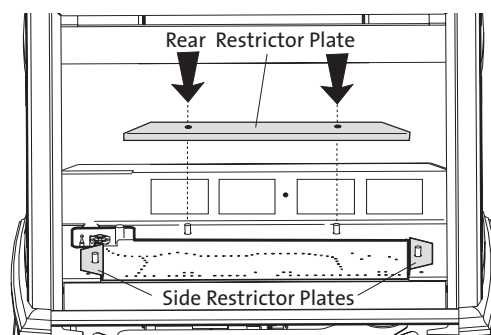

Figure 6. Installez les plaques de restriction d'admission d'air.
2. Restriction facultative - Fig. 6